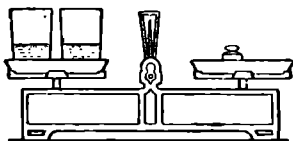
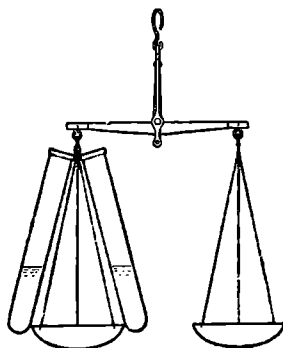

Рис. 46. Два стакана с растворами, уравновешенные на весах.
Рис. 47. Пробирки с растворами на аптечных весах.
■ **Опыт 1.** Уравновесьте на весах два стаканчика с различными растворами, выданными преподавателем. Стаканчики удобно поместить на весы с плоскими чашками (рис. 46), если их имеется достаточно. Если таких весов нет или нехватает на все звенья, то растворы можно взять в пробирках. Две пробирки связываются веревочкой и вешаются на аптечные весы на проволочном крючке (рис. 47).